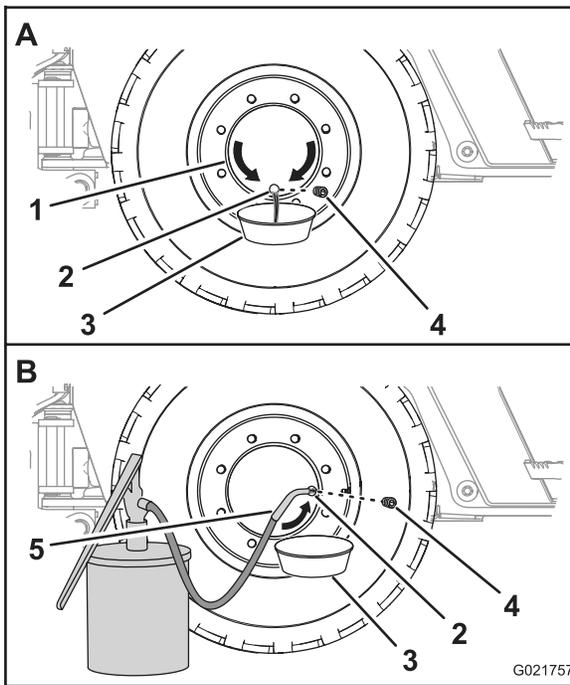

Figura 65
1. Mueva la máquina hacia adelante o hacia atrás hasta que el tapón de aceite del cubo de la rueda esté en la posición de las 6 (Figura 65).
- Coloque un recipiente debajo del orificio de aceite del cubo de la rueda (Figura 65).
- Retire el tapón y drene el aceite del planetario (Figura 65).
- Mueva la máquina hacia adelante o hacia atrás hasta que el tapón de aceite del cubo de la rueda esté en la posición de las 3 o de las 9 (Figura 65).